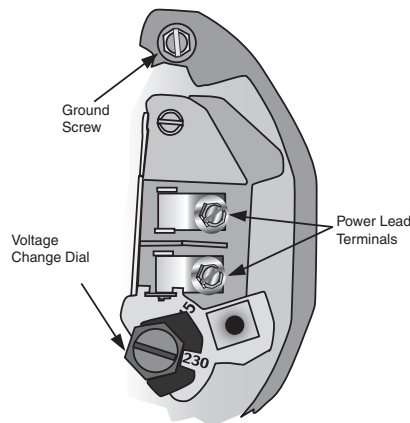

FIGURE 8 – TENSION RÉGLÉE À 230 V. SÉLECTEUR ROTATIF
- ♦ Reportez-vous à la figure 8 pour consulter la configuration du câblage.
- ♦ Raccordez les conducteurs sous tension aux bornes L1 et L2. Si vous devez remplacer le moteur, vérifiez le schéma de câblage sur la plaque signalétique du moteur. Pour les moteurs triphasés ou ceux dont le schéma de câblage ne correspond pas à la figure 8, consultez le schéma sur le moteur.